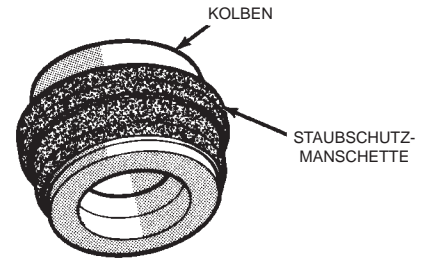

Abb. 72 Staubschutzmanschette auf dem Kolben
(5) Neue Staubschutzmanschette auf den Bremssattelkolben setzen und in die Kolbennut eindrücken (Abb. 72).